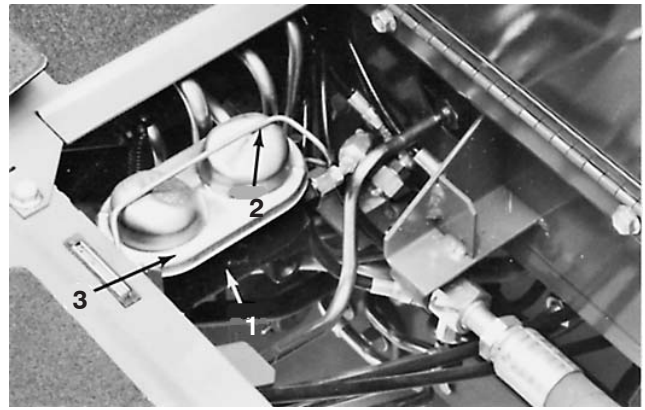

Figure 58
2. Enlevez la barre du couvercle et déposez le couvercle du maître-cylindre (Fig. 58).